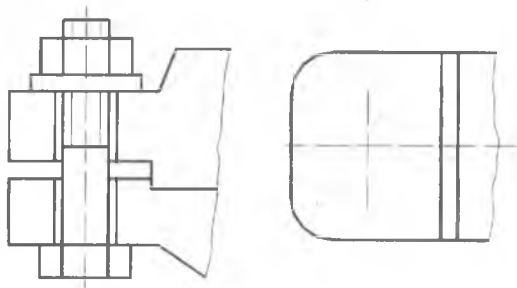

Рис. 216. Завдання для вправи
2. Перенесіть на прозорий папір незакінчені зображення (рис. 216) болтового з'єднання. Докресліть лінії різьби. Добудуйте вигляд зверху. Виконайте штриховку на розрізі.